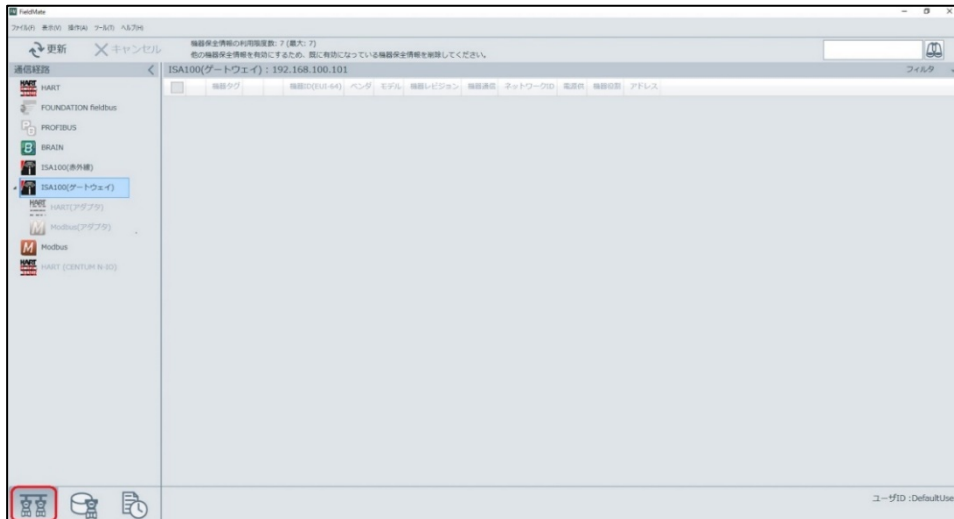

図 5-5 セグメントビューワ (メイン画面)
- ① FieldMate Lite を起動します。
- ② 図 5-5の赤枠 (セグメントビューワ) をクリックし、ツリーメニューの「ISA100(ゲートウェイ)」を選択します。